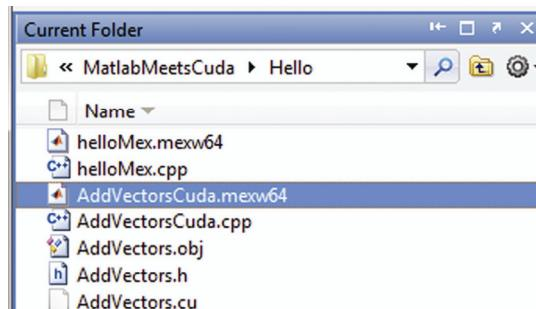

图 2.10 生成的 c-mex 文件
**步骤 7** 成功后, 在同样的工作路径中会生成新的 mex 文件 AddVectorsCuda.mexw64, 如图 2.10 所示。